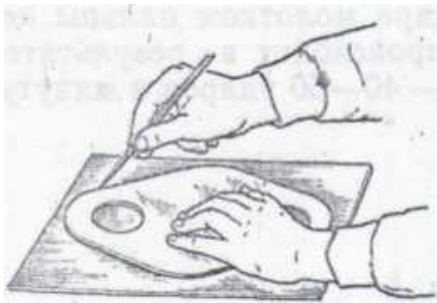

Рисунок 12
7. Накернить размеченный контур фланца. Приложить шаблон к заготовке так, чтобы он не выступал за ее края (рисунок 12). Прижать шаблон к заготовке левой рукой или струбцинкой и обвести контур шаблона чертилкой со всех сторон, не сдвигая его с первоначального положения.